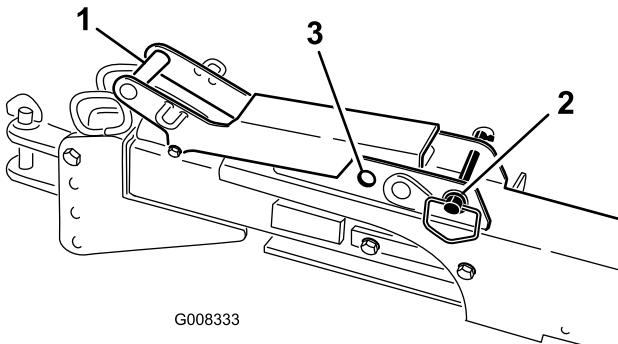

Figure 21
- Vérifiez que la goupille de la poignée de verrouillage est en position déverrouillée (arrière) (Figure 21).
Remarque: Verrouillez l'ensemble d'attelage en position d'extension en plaçant la goupille de la poignée de verrouillage en position avant (verrouillée) (Figure 21).